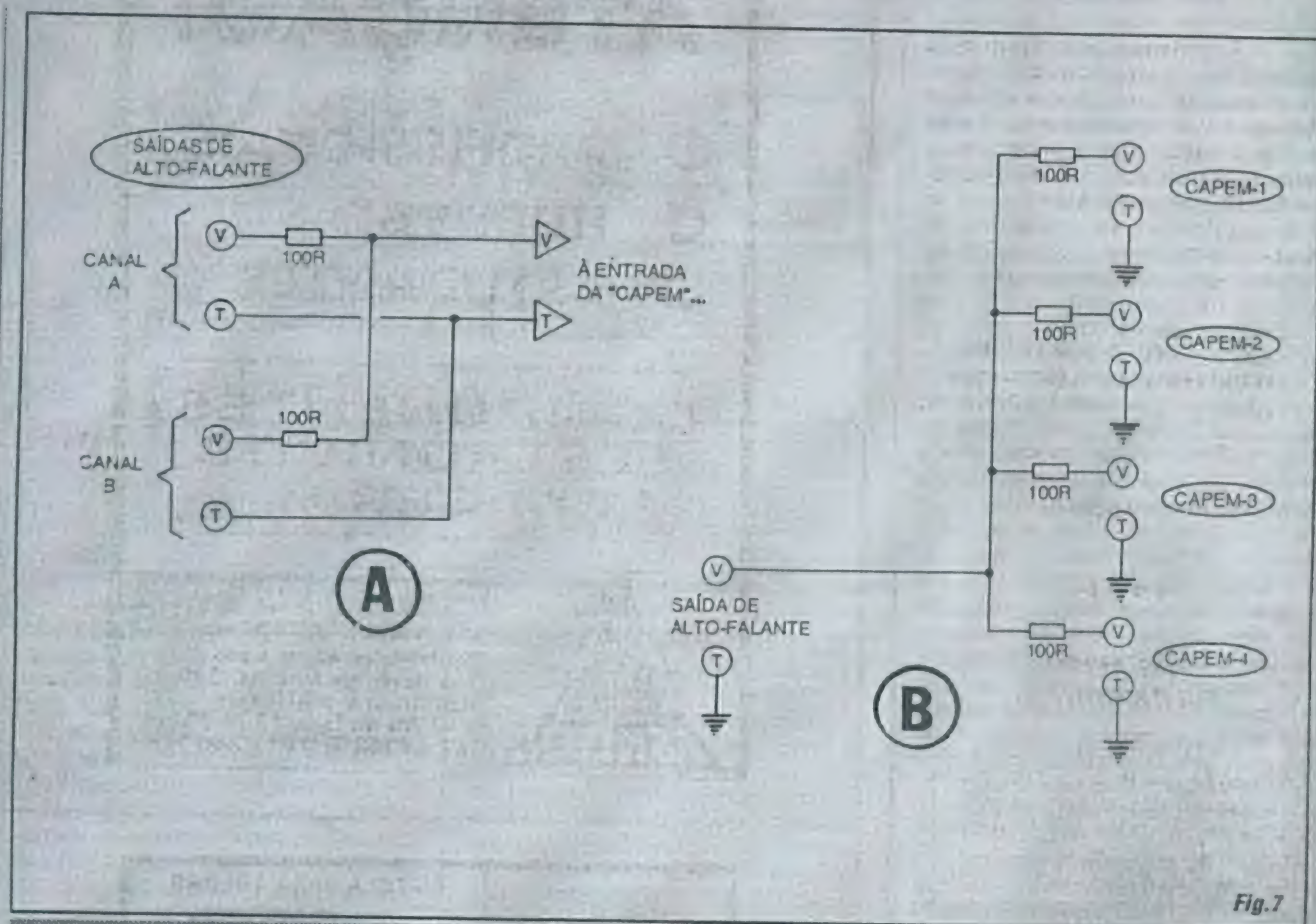

Fig. 7
- FIG. 7 - MAIS DETALHES E "DICAS" SOBRE AS CONEXÕES DE ENTRADA DO SINAL... - A CAPEM é, basicamente, uma configuração *mono*, mesmo porque não há a menor necessidade - para os fins a que se destina a montagem - de amplificação em *estéreo* (cujo efeito de "separação de canais" se perderia *completamente* ao ar livre...). Assim, recomenda-se que a gravação das